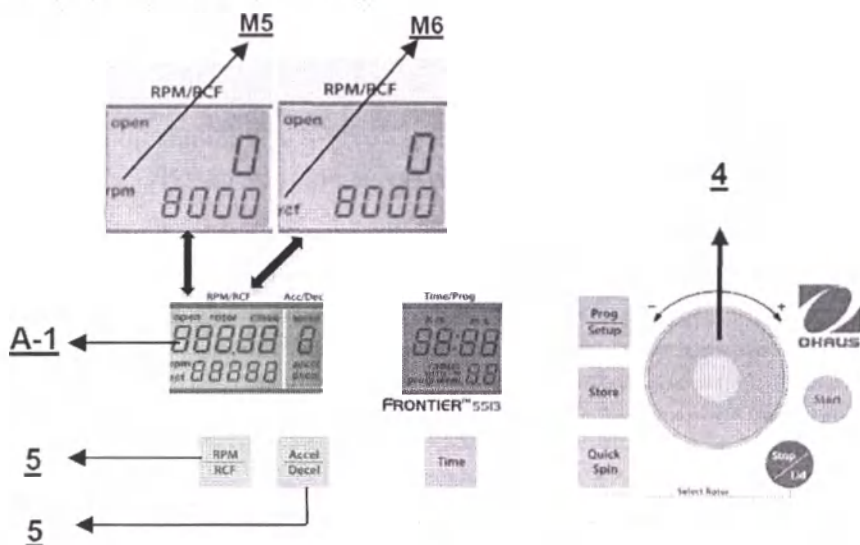

Рис. 16
Для задания этих параметров используется кнопка **RPM/RCF** (5) (см. рис. 16 ниже). После однократного нажатия этой кнопки начинает мигать обозначение **rpm** (M5). Двукратным нажатием кнопки можно включить режим задания фактора разделения, при этом на экране начинает мигать обозначение **rcf** (M6). Задание требуемых значений параметров производится с помощью сенсорного диска (1). Установленное значение параметра постоянно отображается в поле (A-1) — до начала, в процессе и после завершения центрифугирования.